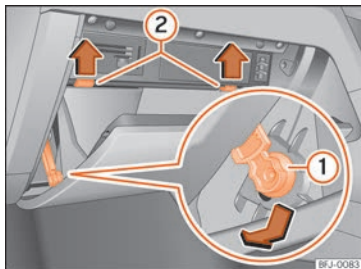

Abb. 103 Handschuhfach (Rechtslenker): Zugang zum Sicherungskasten.
- Halteelement »» **Abb. 103** (1) in der Öffnung des Halters nach unten verschieben und zur Seite herausnehmen.
- Anschlagzapfen »» **Abb. 103** (2) in Pfeilrichtung nach oben drücken und gleichzeitig das Handschuhfach weiter öffnen.
- Zum Einbauen, Handschuhfach in die geeignete Position bringen. Führen Sie das Halteelement in die Öffnung des Halters ein und verschieben Sie es nach oben bis es hörbar einrastet. Drücken Sie das Handschuhfach vorsichtig über den Widerstand der Anschlagzapfen »» **Abb. 103** (2) hinweg nach vorn.